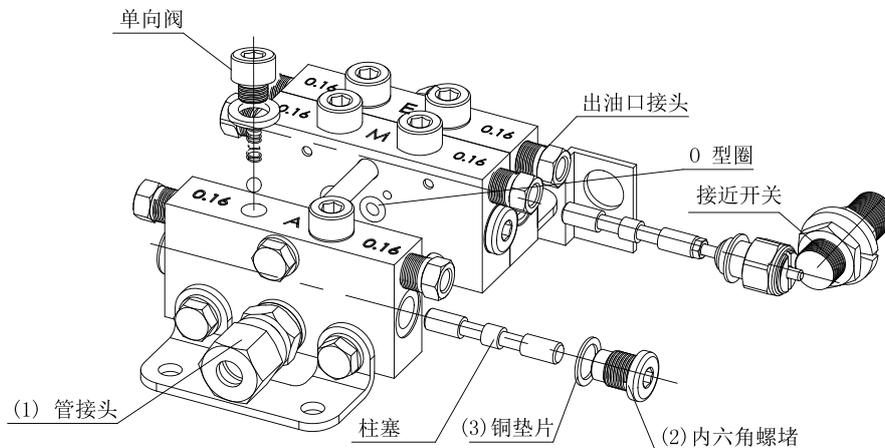

图 16
11.4.2 分配器内腔活塞被脏物堵塞, 将内六角螺堵(2)按顺序卸下, 取出铜垫片(3)并按顺序放好(注意: 出油量不同采用的工作柱塞与垫片规格也不同), 然后将工作柱塞逐个推向另一侧。工作柱塞已在另一侧可反方向推动柱塞(只需将柱塞推向一侧按原装配即可)。如工作柱塞已被脏物卡死, 取出清洗柱塞与柱塞孔。(图 16)